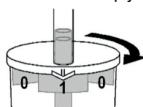

Abb. 3
- Om de eerste poliep op te pakken, draait u het vat totdat de pijl naar het cijfer "1" wijst (Fig. 3).